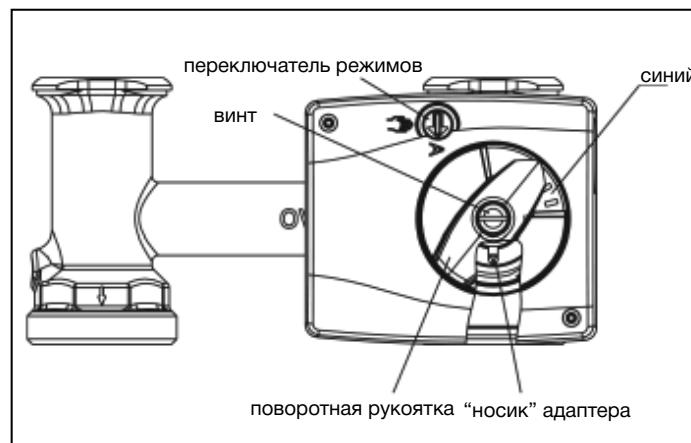
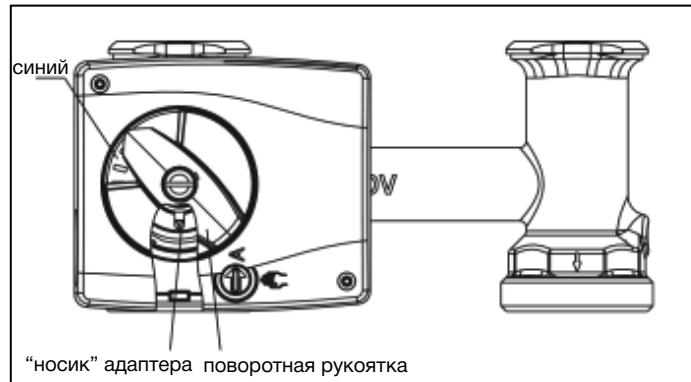

Рис. 5.4 3-ходовой смеситель подающая справа
Рис. 5.5 3-ходовой смеситель подающая слева
- Установить диск-указатель смешения (см. рис. 5.4)
- муфту (5) и заглушку (6) отвинтить от корпуса смесителя и снять.
- муфту (5) и заглушку (6) снова затянуть с крутящим моментом 30 Нм.
- Адаптер надеть на вентильную вставку смесителя (см. рис. 5.5)